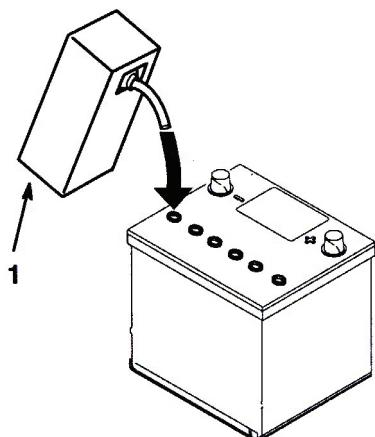

図3
4. 電解液が電極板に吸収されるまで、20~30分間待つ。各セルの電極板が液面下 6mm 程度に水没するように、必要に応じて電解液を補充する(図3)。